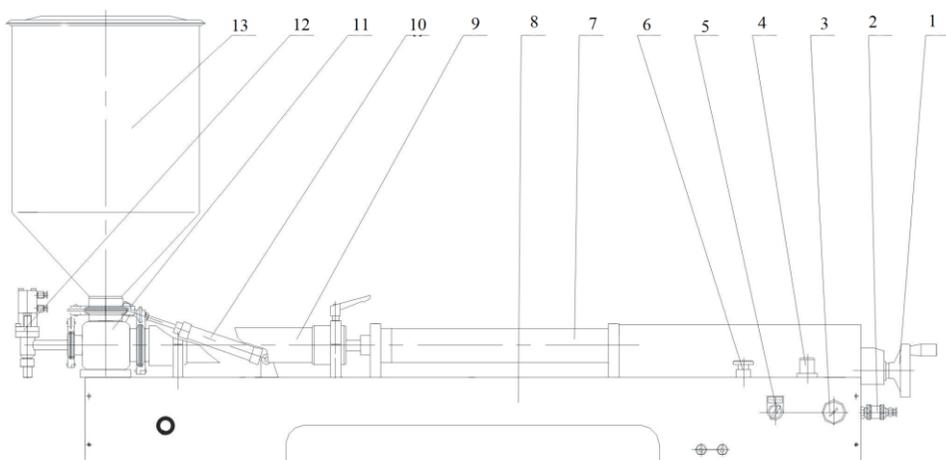
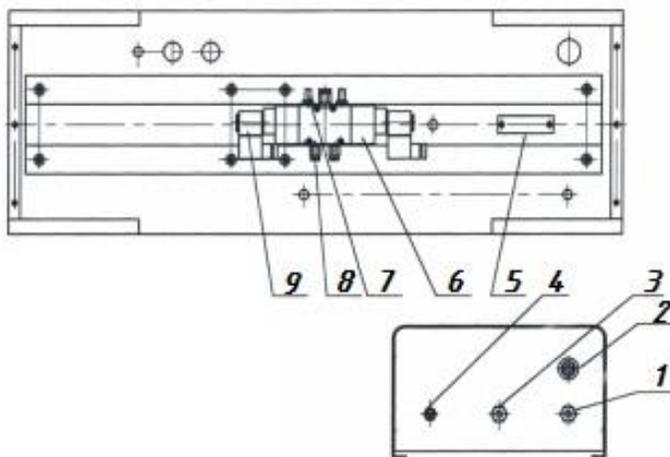

Рис.1 – Дозатор поршневой серии G1WTD, G2WTD, Модели Y1WTD, Y2WTD, аналогичны, но без загрузочного бункера и измененным загрузочным клапаном.
Рис. 3 Вид снизу, распределительные клапана воздушной системы
1. Установите сосуд с материалом (см. рис.1) в верхней части корпуса клапана (11),
2. Затем зафиксируйте соединительную деталь с помощью анкерных зажимов (10).
4. Включите блок питания (5) (см. рис.3).
5. Подключить источник воздуха (воздушный компрессор\*) (2) (отодвиньте задвижку) (см. рис.1).
6. Установите рабочий режим переключателя (5) на «педаль» (см. рис.1).
7. Нажимайте на педаль, пока материал не потечет из разливочной головки (12) (см. рис.1).
8. Откройте переключатель источника воздуха (2) (см. рис.1).